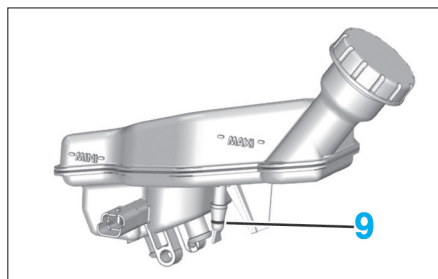

FIG. 13
- Dans le cas du montage d'un réservoir de compensation neuf, couper l'obturateur au niveau de la rainure en (9) de la canalisation de commande d'embrayage (boîte de vitesses manuelle) (Fig.13).